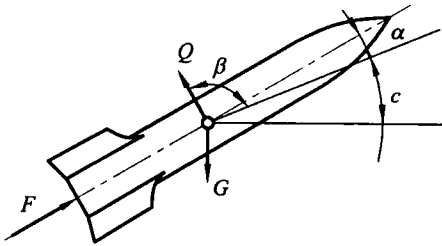

图 2.11
7. 如图 2.11 所示, 火箭沿与水平面成 $\alpha=25^\circ$ 角的方向做匀速直线运动。火箭的推力 $F=100\text{ kN}$ 与运动方向成 $\alpha=5^\circ$ 的夹角。如火箭重 200 kN , 求空气动力 Q 和它与飞行方向的夹角 β 。